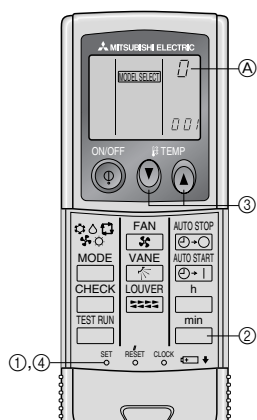

Fig. 6-7
4) **Приписание пульта дистанционного управления отдельным приборам (Fig. 6-7)**